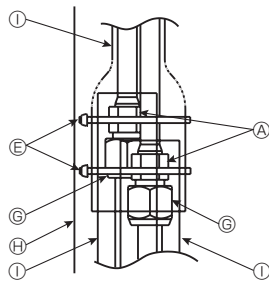

Fig. 3-11
- (3) Cubra la junta con una cubierta de la tubería y asegúrela con una brida Ⓔ. (Fig. 3-11)